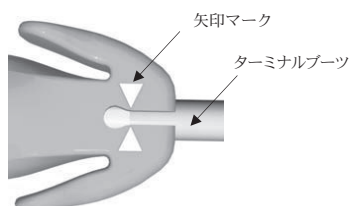

図3: EZ-4コネクタツールの矢印マークとターミナルブーツの位置
(4) スクリューによるリード先端の固定
- ① 適切な固定位置が得られたら、リードを目標とする位置に押当てる。EZ-4コネクタツールとターミナルブーツを持ち、EZ-4コネクタツール本体に向かって固定つまみを押し、コネクタピンに固定つまみをロックする。
- ② この時、固定つまみとEZ-4コネクタツール本体の隙間は閉じており、ターミナルブーツとコネクタの境界がEZ-4コネクタツール上の矢印マークの位置と揃っていることを確認する(図3)。